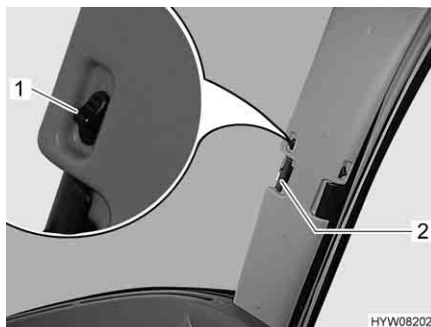

Fig. 21 Tendina oscurante pieghevole per il parabrezza
- Spingere verso l'esterno le due metà della tendina oscurante pieghevole del parabrezza per la maniglia (Fig. 21,2) fino all'arresto.
- Spingere il bottone di bloccaggio (Fig. 21,1) in basso.